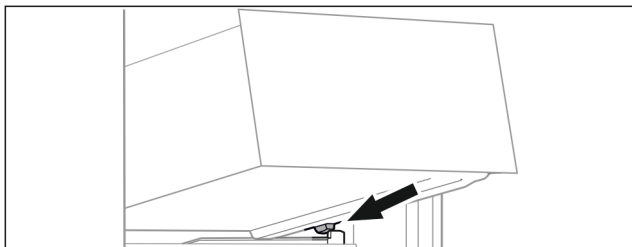

Fig. 104
- ▶ Nasad'te zásuvku šikmo za zarážky na žebrování na nádoby. (viz Fig. 104)